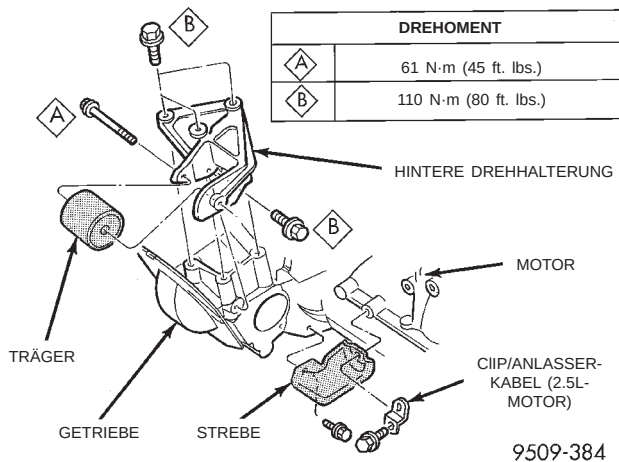
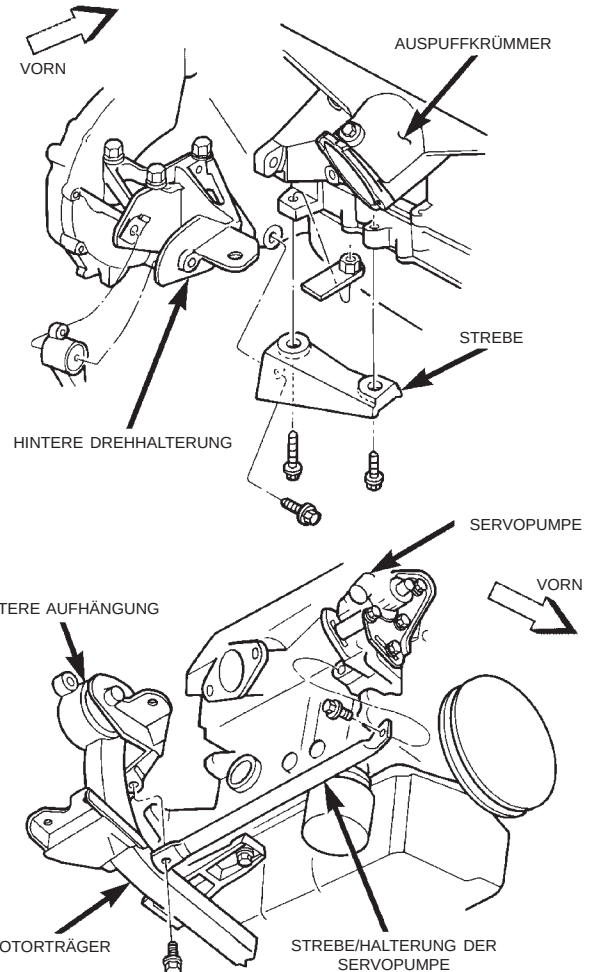

Abb. 18 Motoraufhängung—Hinten 2.4L- und 2.5L-Motor
Abb. 19 Motoraufhängung—Hinten 2.0L-Motor
(5) Durchsteckschraube in hinterer Aufhängung montieren; siehe (Abb. 18) oder (Abb. 19) mit einem Anzugsmoment von 61 N·m (45 ft. lbs.) festziehen.